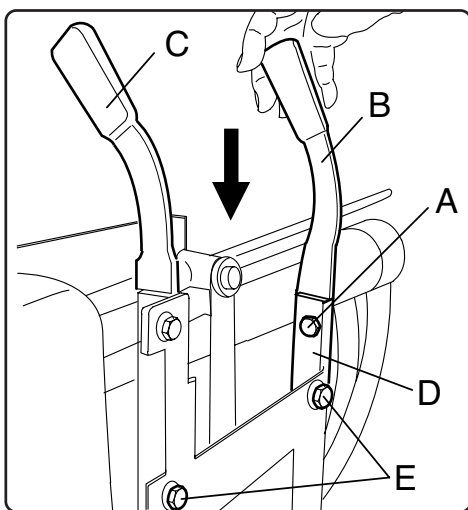

Fig. 4
Styrreglagen och tillhörande skydd skall monteras såsom indikeras vid Fig. 4 och 5, och fortgå enligt följande:
- för in de tillhörande styrreglagen C och B i riktningen som indikeras av pilen, på stödfötterna D såsom vid Fig. 4: